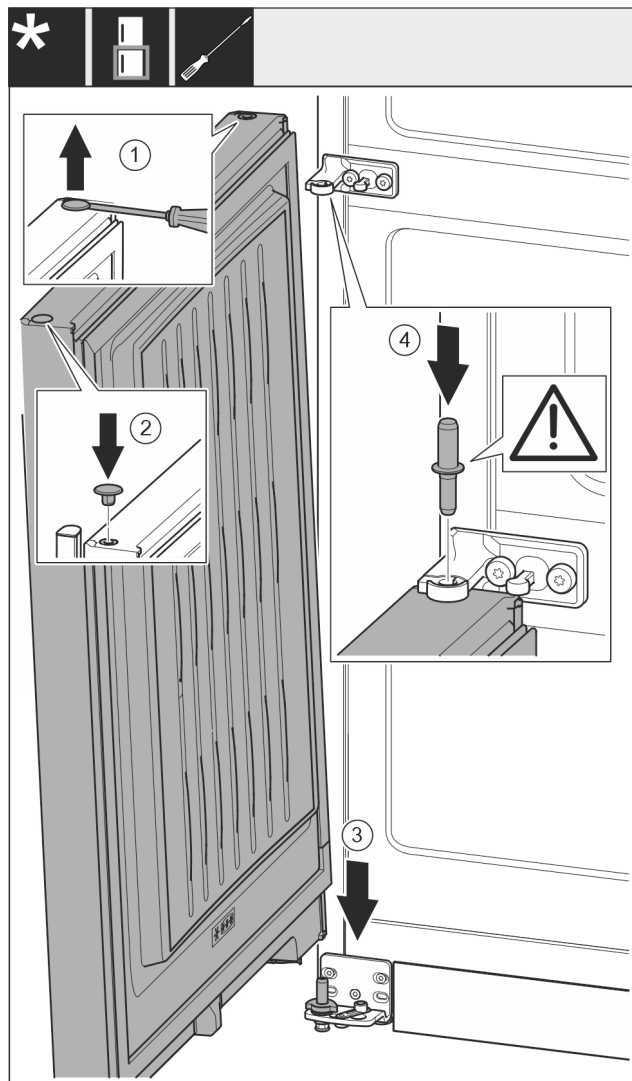

Fig. 19
- ▶ Ravnim odvijačem oprezno podignite čep i izvadite ga. Fig. 19 (1)
- ▶ Ponovo umetnite čep na drugoj strani vrata. Fig. 19 (2)
- ▶ Stavite vrata odozgo na donji svornjak ležaja. Fig. 19 (3)
- ▶ Umetnite srednji svornjak ležaja kroz srednji podložak ležaja u donja vrata. Pri tome pazite da je ispupčenje za blokiranje okrenuto prema otraga. Fig. 19 (4)